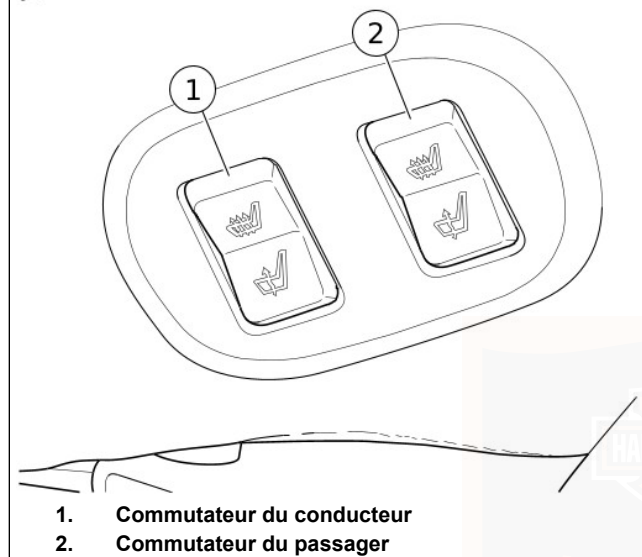

Figure 34. Commutateurs de selle chauffante
Voir Figure 34. Les commandes de selle chauffante pour le conducteur (1) et le passager (2) sont situées sur le côté gauche de la selle.